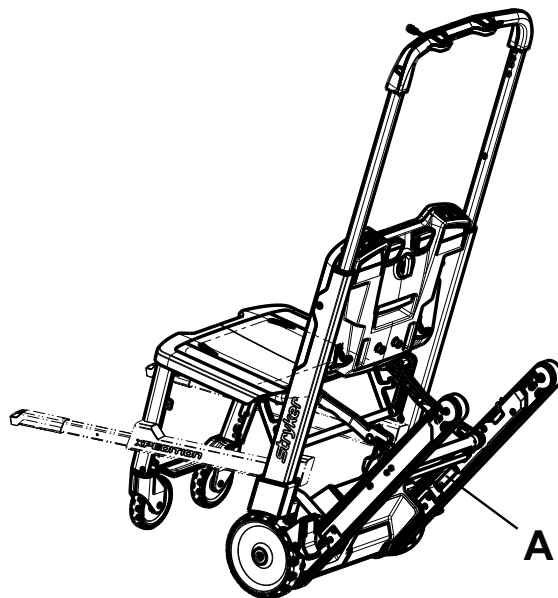

Figura 3 – Amplasarea numărului de serie - Xpedition
Consultați secțiunea de mai jos pentru locația numărului de serie (A) al scaunului (Figura 3).